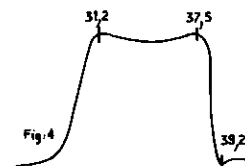

Fig. 4
- Visser le primaire du sélecteur V7 pour amener le 37,5 au même niveau que le 31,2 (fig. 4).